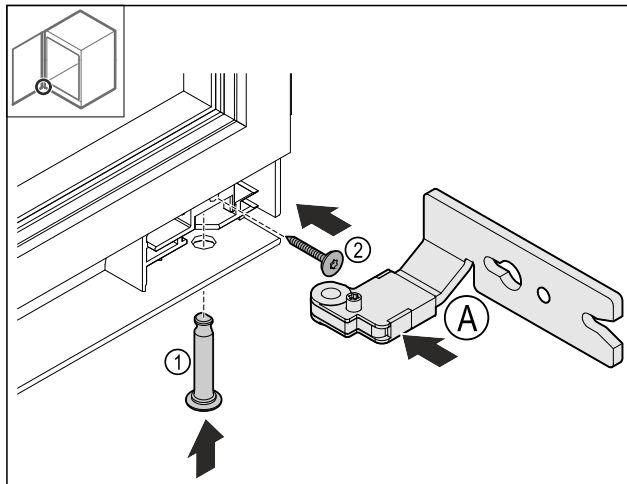

Fig. 27
- Założyć dolny zawias Fig. 27 (A).
- Włożyć Fig. 27 (1) zawiasy i przytrzymać.
- Dokręcić śrubę Fig. 27 (2).